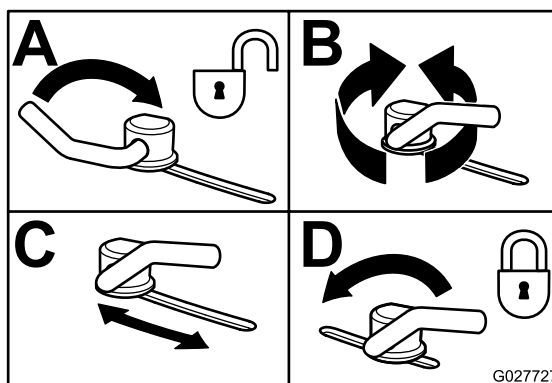

Figura 30
- Para ajustar os bloqueios do excêntrico, rode a alavanca para cima para libertar o bloqueio do excêntrico (Figura 30).
- Rode novamente a alavanca para apertar o abafador e os bloqueios do excêntrico (Figura 30).